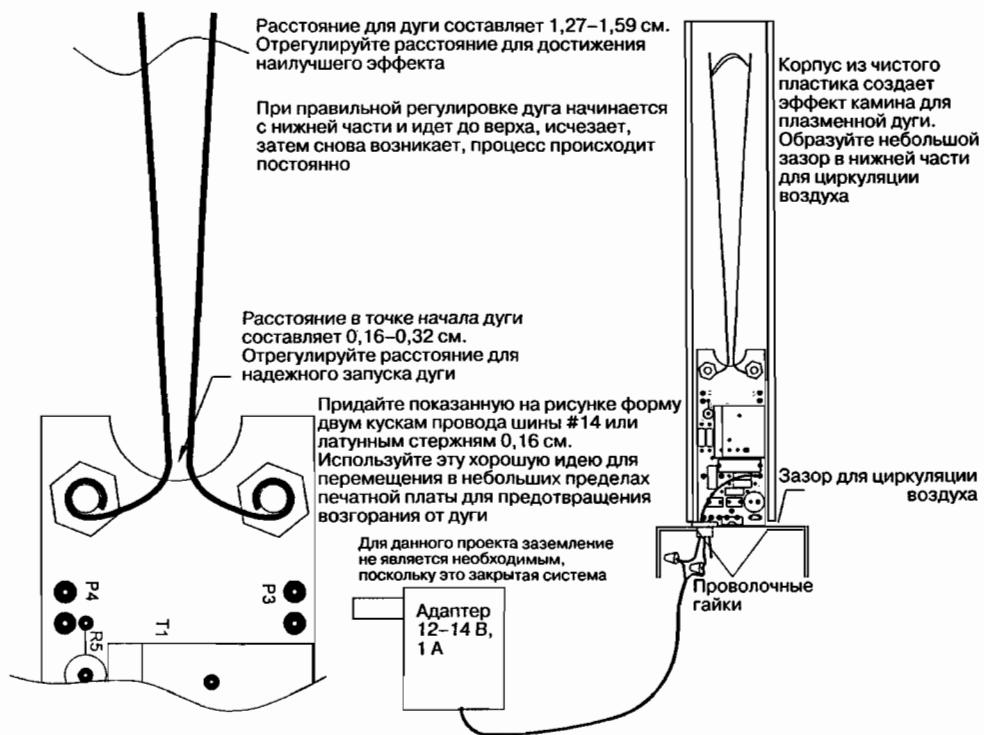

Рис. 16.6. Лестница Иакова
- Лестница Иакова.** Постройте популярную машину для путешествий на плазменной дуге, показанной в фильмах про Франкенштейна (рис. 16.6).